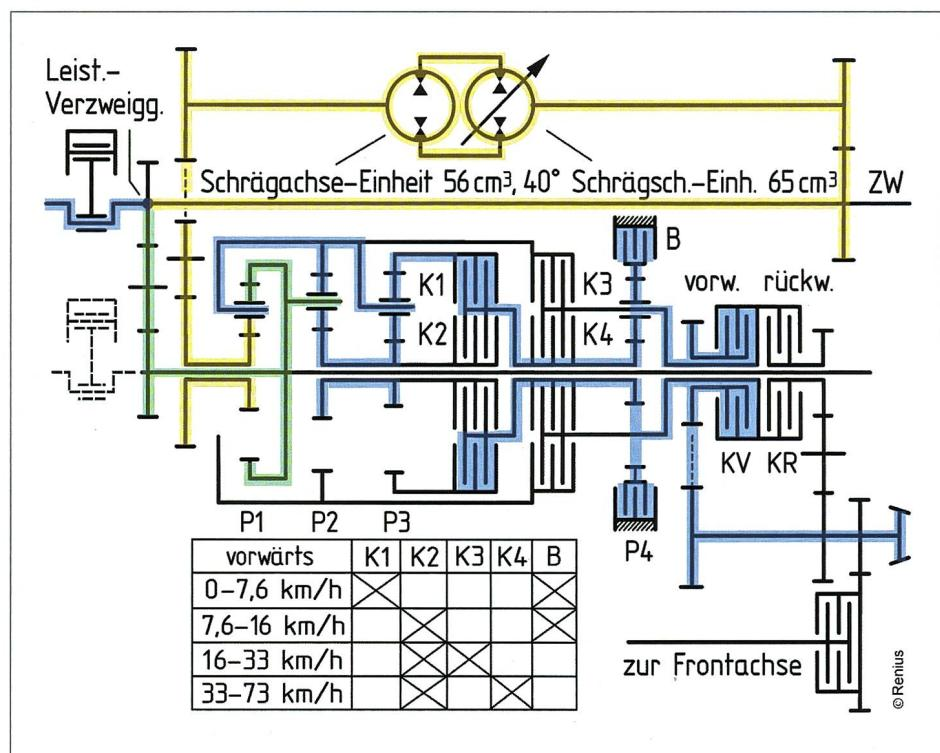

Abbildung 1: Leistungsflüsse in Fahrbereich 1, vorwärts.
In Abbildung 1 ist der Grundaufbau des Terramatic-Getriebes TMG28 in Form eines Getriebeplanes mit standardisierten
Innerhalb der Fahrbereiche (FB) ist die stufenlose Übersetzung lediglich vom Drehzahlverhältnis zwischen dem Sonnen- und dem Hohlrad sowie von der Drehrichtung des Sonnenrades im Planetensatz P1 abhängig. In Abbildung 1 sind die Leistungsflüsse in FB 1 (vorwärts) dargestellt. Die Motorleistung (blau) wird unmittelbar am Getriebeeingang aufgeteilt. Der hydrostatische Zweig (orange) läuft zunächst über den Zapfwellenstrang nach hinten und wird dort über eine Zahnrads paarung zur Antriebswelle der verstellbaren Hydropumpe geleitet. Von der Abtriebswelle des Hydromotors führt dieser anschliessend über zwei Zahnrads paarungen zum Sonnenrad von P1. Der mechanische Zweig (grün) verläuft hingegen direkt vom Verzweigungspunkt über zwei Zahnrads paarungen zu P1 und treibt dort einerseits das Hohlrad und andererseits den Planetenträger von P2 an. Die beiden Leistungsflüsse werden also in P1 wieder zusammengeführt und über die Planetensätze P2, P3, P4 (Fahrbereiche) und die Kupplungen KV/KR mit den dazu-